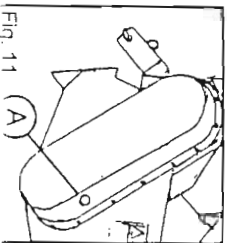

Fig. 11
6. Alle sechs Monate die Treibkette mit dem entsprechenden Stöplern wie in (fig. 11 – punkt A) schmierern.